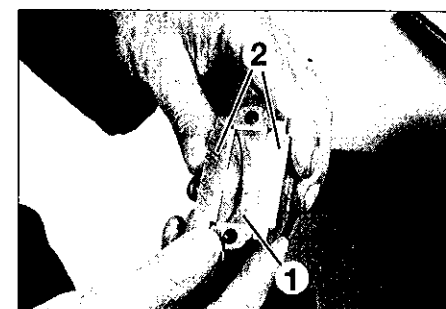

FIG.50
- Monter dans leur chapeau, les coussinets (1) huilés suivant la classe déterminée pour chaque maneton. Ils doivent parfaitement être centré sur la bielle et le chapeau. Utiliser pour cela l'outil (2) PSA 0194.P (Fig.50).